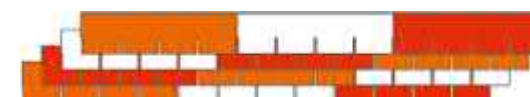

Рис. 11. Схема чередования фасадной плитки. Каждый цвет соответствует отдельной упаковке фасадной плитки.
8.1.3 В целях недопущения потенциальной разницы оттенков цвета на фасадах, необходимо при монтаже чередовать фасадную плитку из разных упаковок (не менее трёх упаковок) по схеме, представленной на рис. 11.